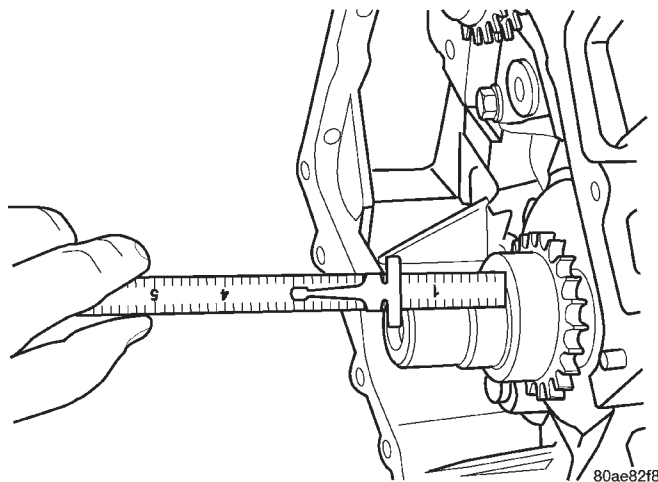

Abb. 62 Einbautiefe des Kurbelwellenrads messen
(2) Prüfen, ob das Kurbelwellenrad bis zur richtigen Tiefe montiert wurde. Hierzu den Abstand von der Außenfläche des Kettenrads zum Ende der Kurbelwelle messen (Abb. 62). Der Meßwert muß betragen: $39,05 \pm 0,50$ mm ($1,5374 \pm 0,002$ Zoll).
(3) Primärsteuerekette einbauen. Näheres hierzu siehe entsprechende Anleitung in diesem Abschnitt.